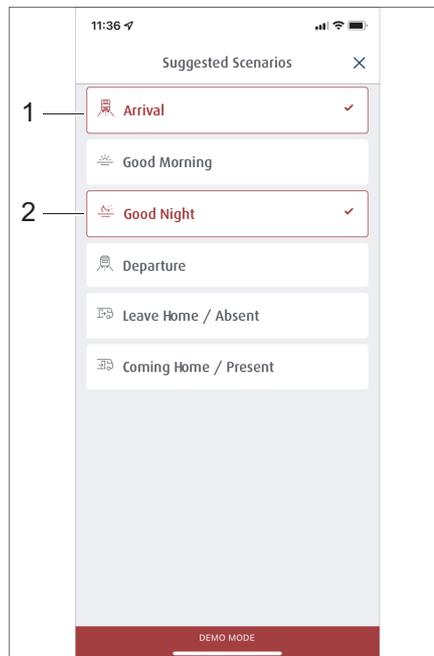

Fig. 291 Selección de escenarios preparados
- Presionar la tecla del escenario deseado, por ejemplo, *Llegada* (Fig. 291,1) y *Buenas noches* (Fig. 291,2).